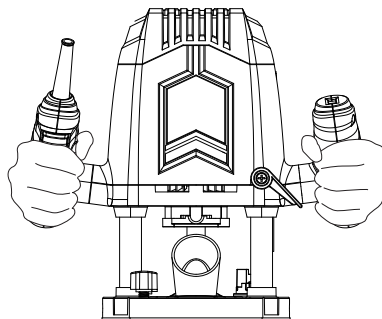

Fig. 24
- > Asigurați-vă că maneta de fixare a adâncimii (16) este strânsă, înainte de a așeza produsul pe piesa prelucrată.
- > Mențineți presiunea pe mânere (3, 11) și deplasați în același timp maneta de fixare a adâncimii (16) în poziția sa blocată, atunci când adâncimea de tăiere a fost atinsă (Fig. 24).